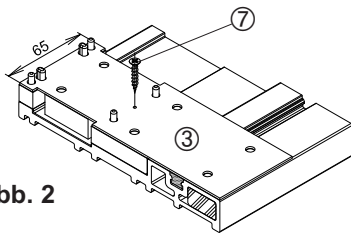

Abb. 2
- 3) Den Zargendichtblock **M424** (Pos. 3) auf die Schwelle aufsetzen, mit der Außenkante bündig ausrichten und aufkleben (selbstklebende Fläche). Bei Bedarf kann der Dichtblock mit einer Schraube **3.9 x 25 mm** (Abb. 2 - Pos. 7), fixiert werden. Dabei muss der Schraubenkopf nicht komplett versenkt werden.